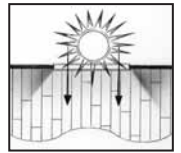

Figure 2
- Décider du sens de l'installation de la pièce. Des planches installées en parallèle avec les fenêtres font mieux ressortir le plancher. Les planchers doivent être installés perpendiculairement aux solives. Renforcer le sous-plancher au besoin pour éviter les mouvements verticaux (Figure 2).